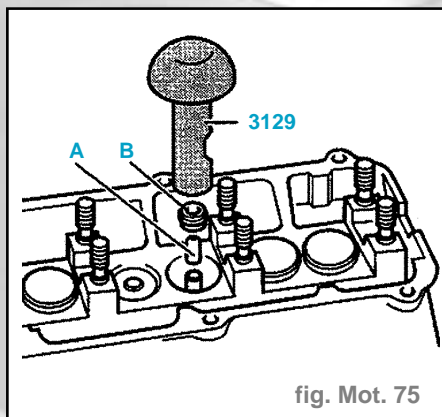

fig. Mot. 75
- Enfiler la douille plastique (A) sur la tige de soupape (fig. Mot. 75).
- Huiler le joint de tige de soupape (B) et le glisser délicatement sur le guide de soupape en utilisant l'emmanchoir 3129 (moteurs ADP et AHL) ou 3365 (moteurs ADR et AEB).